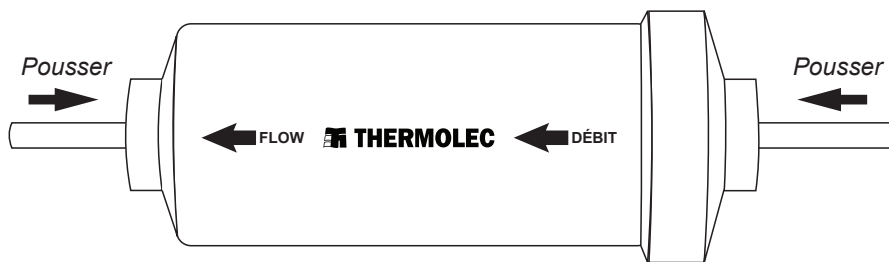

Fig. 16a
16.1 Le filtre de ligne d'eau doit être installé entre la valve d'alimentation d'eau et l'atténuateur de coup de bélier. Il est fortement recommandé de drainer la ligne d'eau pendant 30 secondes avant de connecter le filtre. Il suffit de simplement insérer le tube (plastique ou cuivre) dans le raccord du filtre jusqu'à ce qu'il soit bien appuyé au fond. Après avoir connecté le filtre, il est également recommandé de drainer la ligne d'eau à travers le filtre d'eau pendant 30 secondes. Voir Fig. 16a.